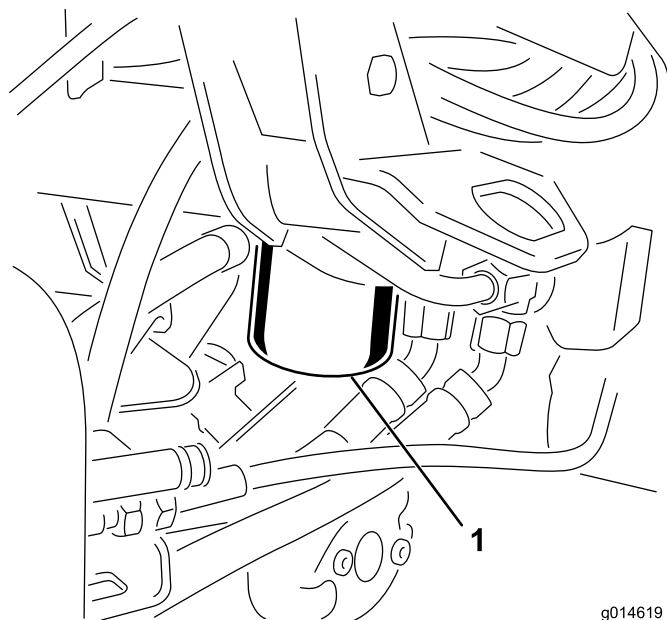

Figure 51
1. Nettoyez la zone autour de la surface de montage du filtre (Figure 51). Placez un bac de vidange sous le filtre et enlevez le filtre.